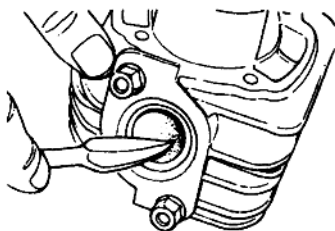

图 1-6 清除气缸体排气口积炭
(5) 气缸体排气口积炭的清除方法:如图 1-6 所示,用刮刀将气缸体排气口积炭清除干净,清除时切勿损伤气缸壁表面,然后用汽油或煤油将气缸体清洗干净,并用干净抹布擦净。